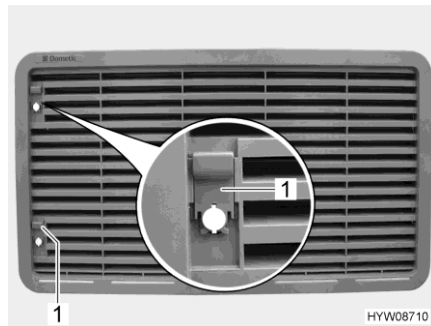

Fig. 147 Rejilla de ventilación del frigorífico
- Empujar la corredera (Fig. 147,1) hacia arriba.